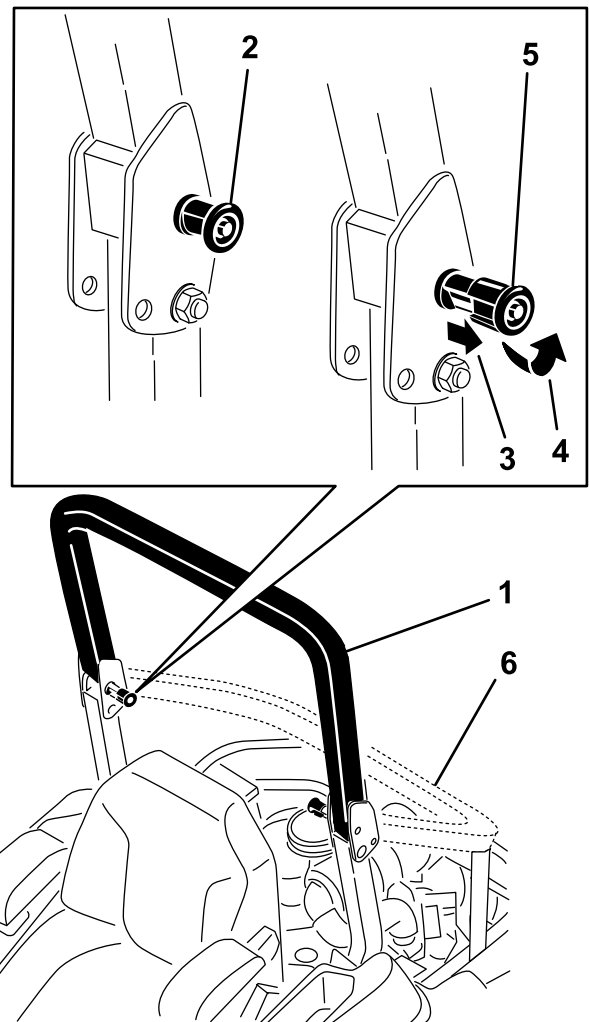

Figura 64
**Nota:** Puede ser necesario empujar hacia adelante o tirar hacia atrás de la parte superior de la barra antivuelco para que se bloqueen completamente ambos pomos (Figura 64 y Figura 65).